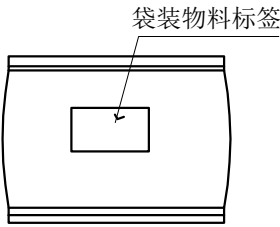

图2
- 1: 如图2，袋装后贴上物料标签，每小袋装500pcs。